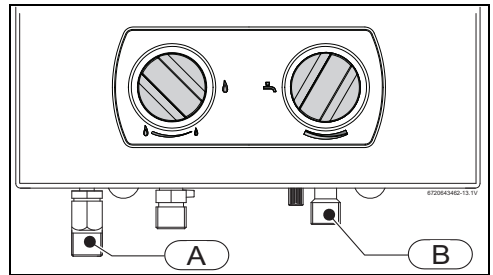

Fig. 14 Conexión del agua
- Identificar el tubo de agua fría (→Fig. 14, pos. B) y el tubo de agua caliente (→Fig. 14, pos. A), para evitar cualquier conexión equivocada.